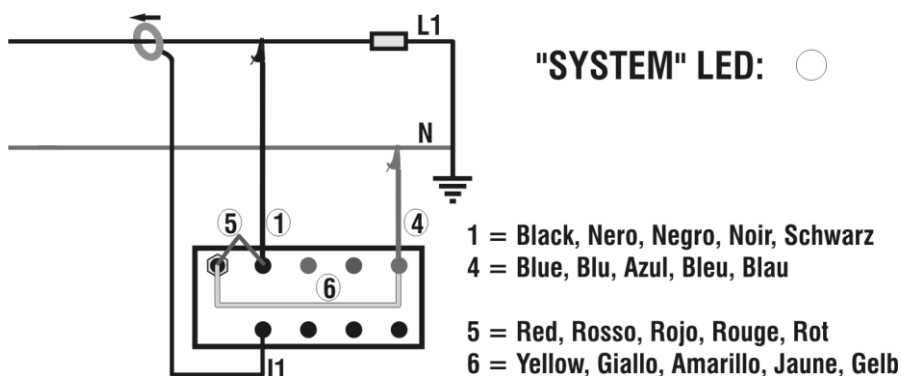

Fig. 2: Anslutning av instrumentet till ett enfassystem
2. Anslut interna matningen (röd och gul) enligt anslutningsschemat i Fig. 2
3. Anslut ledningarna till L1-N enligt anslutningsschemat i the Fig. 2
4. Om du vill mäta ström och effekt, anslut tången till fasledaren, **var noga med riktningen enligt pilen på tången** och anslutningarna enligt Fig. 2